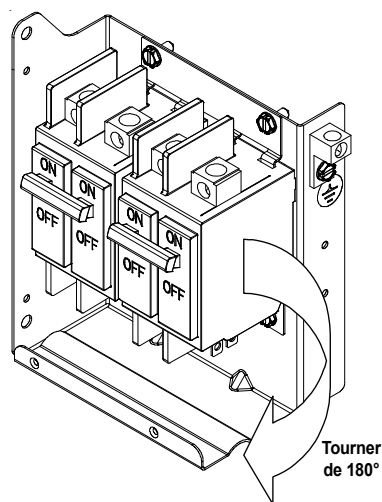

FIGURE 2
5. Pour les applications à circulation descendante avec des kits de chauffage électrique disposant de disjoncteurs, ces derniers doivent être tournés de 180 degrés (de façon à ce que la position ON [marche] corresponde à la position vers le haut de disjoncteur). Pour ce faire, retirez et conservez les 2 vis fixant les fixations des disjoncteurs, faites pivoter les disjoncteurs et les fixations de 180 degrés et utilisez ensuite les 2 mêmes vis pour fixer à nouveau les disjoncteurs. Consultez la Figure 2.